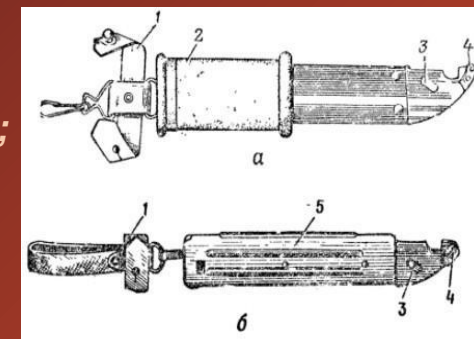

Рис. 39. Ножны
24. Ножны (рис. 39) служат для ношения штыка-ножа на поясном ремне. Кроме того, они используются вместе со штыком-ножом для резки проволоки. Ножны имеют подвеску с двумя карабинчиками и застежкой, выступ-ось, упор для ограничения поворота штыка-ножа при действии им как ножницами и резиновый наконечник для электроизоляции; внутри ножен имеется пластинчатая пружина для удержания штыка-ножа от выпадения. В настоящее время изготавливаются пластмассовые ножны без резиновых наконечников, так как пластмасса является злектроизолятором. Кроме того, изменена подвеска, у которой верхний карабинчик заменен петлей для надевания на поясной ремень.